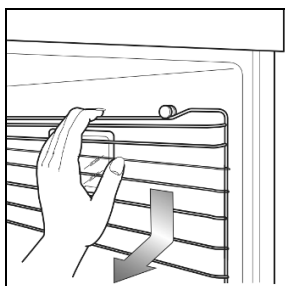
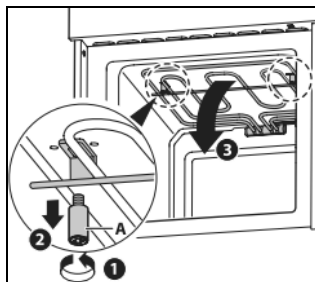
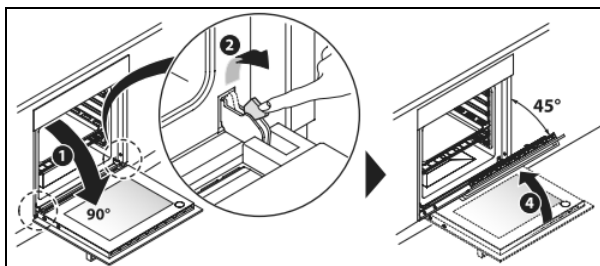

Рис. 6
Рис. 7
Рис. 8
Для удобства очистки прибора можно вынуть направляющие полок (рис. 6), опустить верхний нагревательный элемент (рис. 7) и снять дверцу конвекционной печи (рис. 8, 9). Учтите следующие рисунки и указания.
Снятие дверцы конвекционной печи (рис. 8, 9)
- Вынуть направляющие полок (рис. 6).